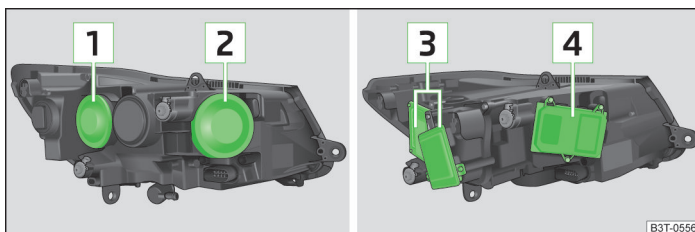

Fig. 204 Disposition des ampoules : Phares à halogène / au xénon
- Retirez le cache en caoutchouc 1 » fig. 204 à la page 255.
- Retirez le cache en caoutchouc 2 » fig. 204 à la page 255.